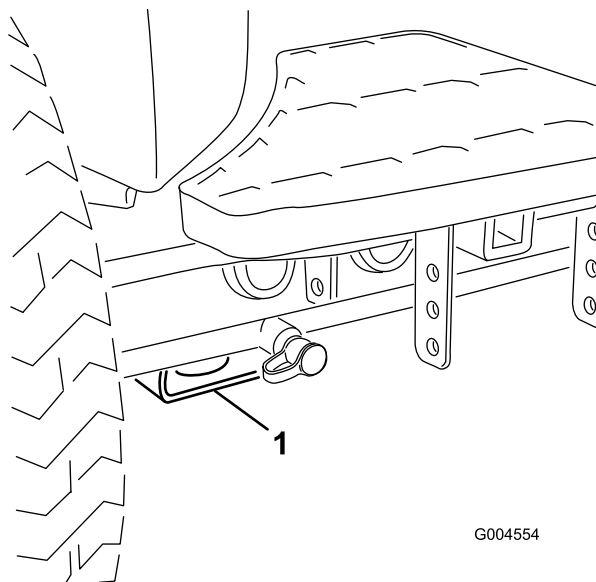

図 43
- ・ 前：各前輪の内側、アクスル・チューブの下にある四角いパッド（図 43）